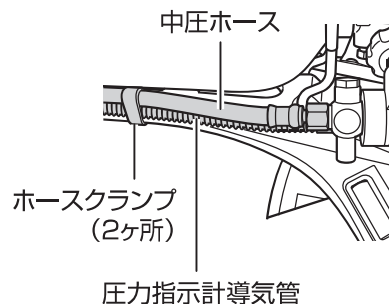

図3 取付状態
- このとき中圧ホースおよび圧力指示計導気管を固定するホースクランプが付いていることを確認してください。(図 3 参照)
- 中圧ホースおよび圧力指示計導気管が背板に沿っていることを確認してください。(図 3 参照)